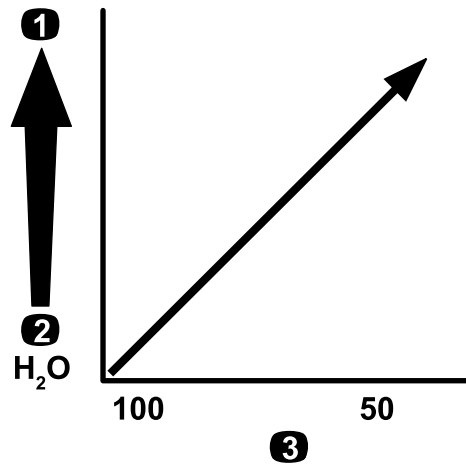

Figura 16
**Important:** Atunci când pulverizai produse chimice cu vâscozitate mai mare (mai vâscoase) sau soluții cu pulberi umectabile, poate fi necesar să utilizai o plasă de sită mai grosieră pentru filtrul de vârf de duză opțional; consultai Figura 16.